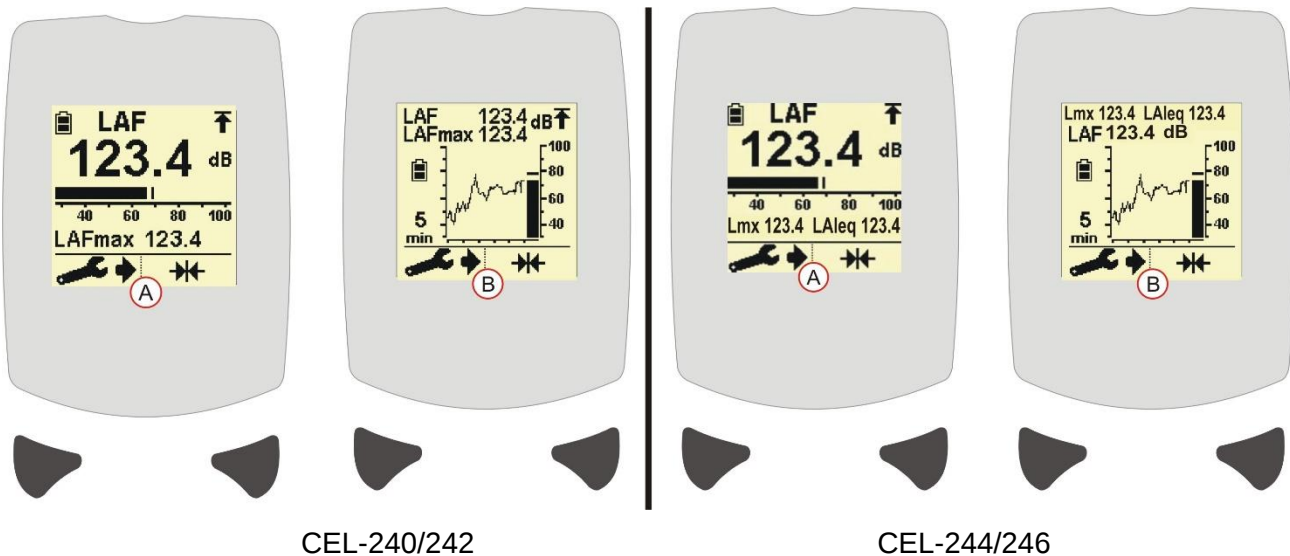

Figure 4 Série CEL-200 Écrans de diagramme à barres et de valeur en fonction du temps
- Un diagramme à barres (voir la figure 4 [A]) ou la valeur en fonction du temps (voir la figure 4 [B]) sera affiché. Consultez les RÉGLAGES D'INSTRUMENT pour changer les pondérations de durée et de fréquence ou pour changer le type d'affichage.
L'affichage principal peut être basculé entre diagramme à barres et de valeur en fonction du temps (voir la figure 4 (A) et (B) respectivement) en appuyant sur la touche (B).